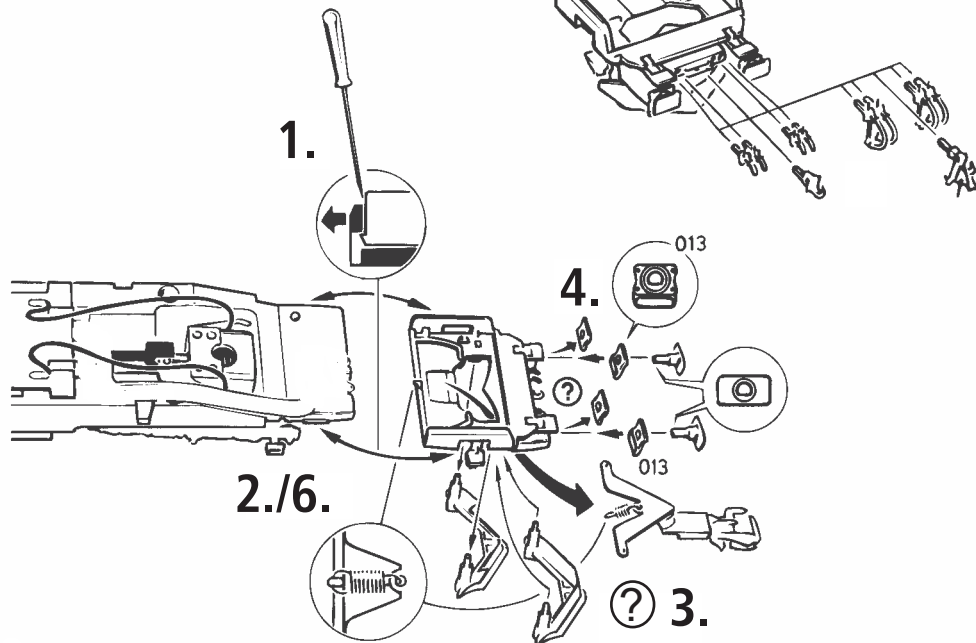
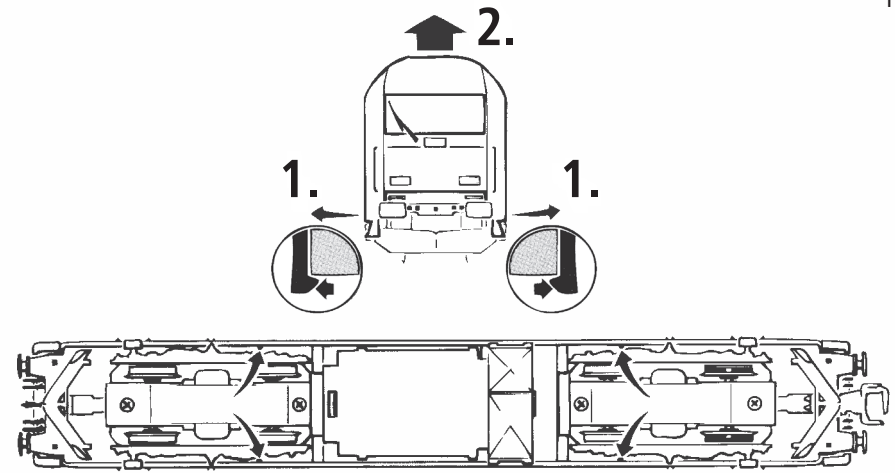

Fig. 3
Fig. 4
2. Schmierung: Versehen Sie die im Schmierplan in Fig. 7 gekennzeichneten Stellen mit nur **kleinen Öltropfen**. Dazu zuerst das Lokgehäuse abnehmen (Fig. 3). Wir empfehlen den **ROCO Öler Art.-Nr. 10906**. Fürs Schmieren der Getriebeteile (Zahnräder, Schnecke) empfehlen wir das **ROCO-Spezialfett Art.-Nr. 10905**. Im Falle der Schmierung diese Teile **nicht ölen**.
Mehrzugbetrieb: Zuerst Lokgehäuse abnehmen (Fig. 3). Danach den Brückenstecker aus der Schnittstelle entfernen (diesen sorgsam aufbewahren). Danach den Stecker des Decoders lage-richtig einsetzen (Fig. 4).
4. Motorwechsel: Lokgehäuse abnehmen (Fig. 3). Danach wird der Motor ausgebaut und ausgetauscht (Fig. 8).
2. Lubrication: Apply **tiny oil drops** to spots marked in fig. 7. Prior to lubrication dismantle locomotive (fig. 3). We recommend using item no. **10906, Roco oiler**. For lubrication the gearparts (e.g. cogwheels, worm) we should recommend our Roco **special grease** (item no. **10905**).
Running in digital mode: Remove the jumper from the interface. Finally put the plug of the decoder into the interface as shown in fig. 4.
4. Motor Changing: First remove loco body (fig. 3), and then the motor (fig. 8).
2. Graissage: N'appliquez **qu'une tout petite goutte** aux endroits indiqués par le plan de graissage (fig. 7) après avoir démonté la caisse de la locomotive (fig. 3). Nous vous recommandons le **graisseur à huile Roco réf. 10906**. Pour graisser les engrenages (roues dentées, vis sans fin) nous vous conseillons la **graisse spéciale Roco réf. 10905** pour engrenages en matières synthétiques. Lorsque vous utilisez cette graisse il faut éviter d'huiler ces composants.
Exploitation en télécommande multi-trains: Enlevez la fiche de shuntage de l'interface (à conserver!) et enfichez finalement la fiche de décodeur aux prises de l'interface. Veuillez à la position correcte de la fiche (fig. 4).
4. Remplacement du moteur: Démontez la caisse (fig. 3). Démontez ensuite le moteur (fig. 8).
voir } Fig.3